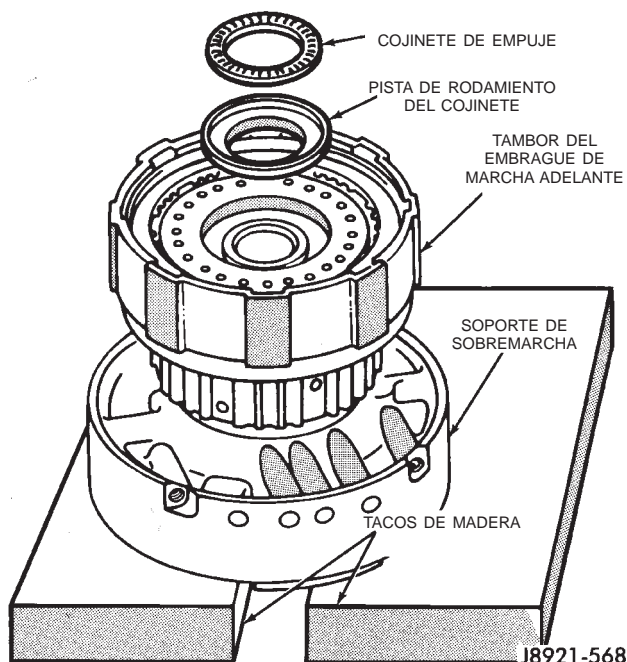

Fig. 241 Posicionamiento del tambor y el soporte sobre tacos de madera
(1) Verifique el recorrido del émbolo del embrague como se describe en los pasos siguientes.
(2) Posicione el soporte de sobremarcha sobre tacos de madera e instale el tambor del embrague de marcha adelante en el soporte (Fig. 241).
(3) Retire el cojinete y la pista de rodamiento del tambor del embrague de marcha adelante (Fig. 241).
(4) Instale un perno/varilla roscada dentro del lado